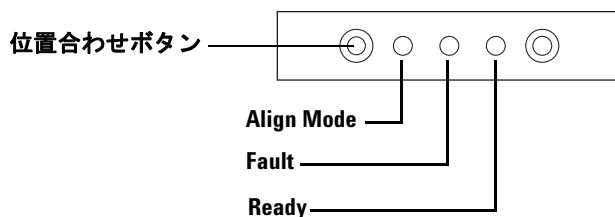

図 106 サンプルトレイの位置合わせ
- 1 細長い道具（ペン先など）を使って、インジケータライトの左にある、くぼんだ位置合わせボタンを押します。くぼんだ穴の中にあるボタンの後ろや周辺を触らないよう注意してください（図 106）。